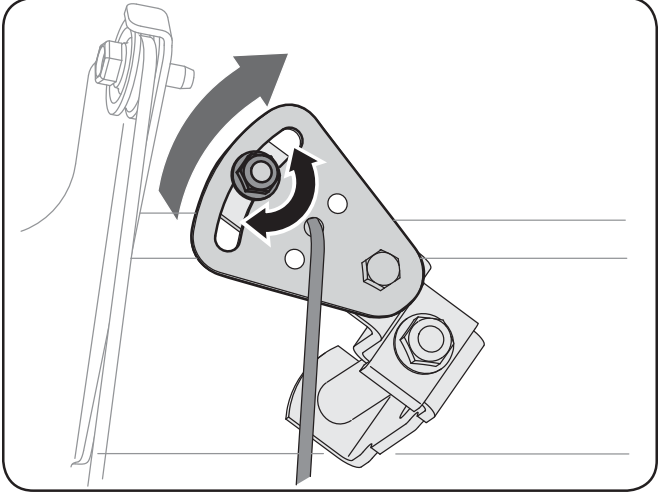

Fig. 6-4
3. Desserrez l'écrou à six pans sur le support indexé du câble de changement de vitesses. Voir la Fig. 6-4.